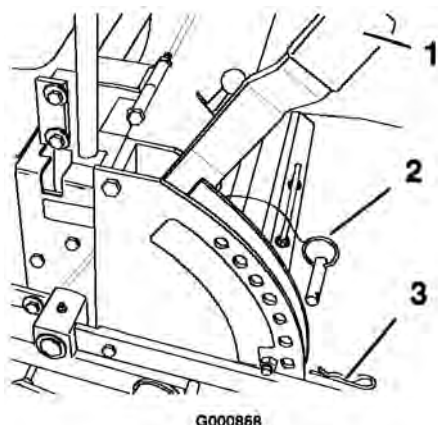

Figure 13
1. Relevez le levier de sélection de hauteur de coupe en position de transport (qui correspond aussi à la hauteur de coupe de 114 mm (4,5 pouces)) (Figure 13).
2. Pour changer de hauteur de coupe, retirez la goupille fendue et l'axe de chape du support de hauteur de coupe (Figure 13).
3. Placez l'axe de chape dans le trou du support correspondant à la hauteur de coupe voulue (Figure 13).
4. Fixez l'axe de chape avec la goupille fendue (Figure 13).